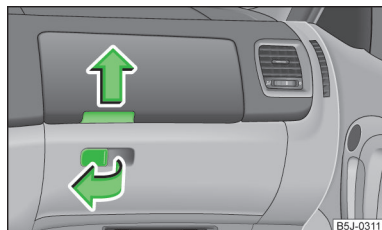

Fig. 67
- Tirar del tirador de la tapa en el sentido de la flecha » fig. 67 y abatir ésta.